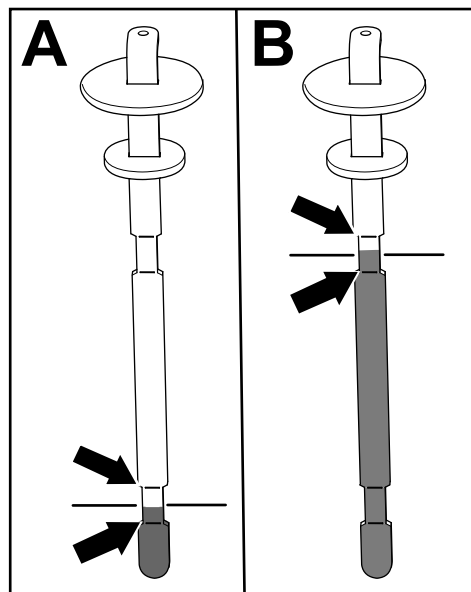

Рисунок 84
5. Извлеките щуп и проверьте уровень рабочей жидкости (Рисунок 84).
- Если у вас на машине установлен **режущий блок**: уровень гидравлической жидкости должен находиться на соответствующем уровне между 2 нижними отметками на щупе (А на Рисунок 84). Также допустимо, если уровень жидкости находится выше нижних отметок.
приводом: уровень гидравлической жидкости должен находиться на соответствующем уровне между 2 верхними отметками на щупе (В на Рисунок 84).